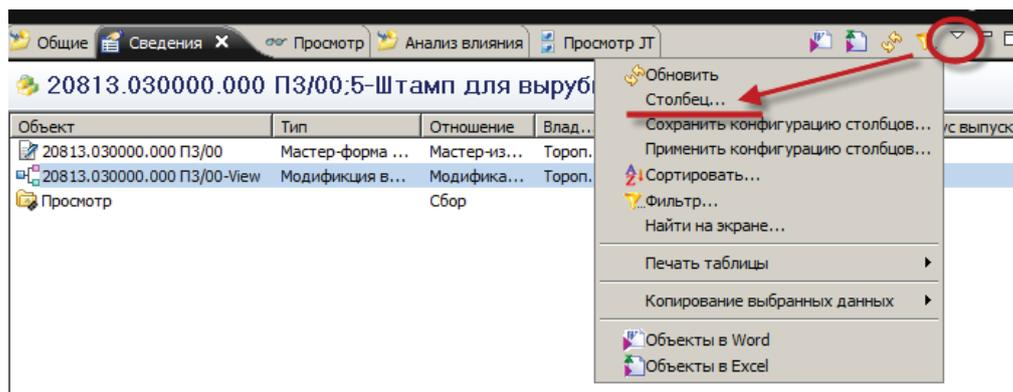

Рисунок 10.8
- в меню вида выбрать пункт **Столбец...** (рис. 10.8);